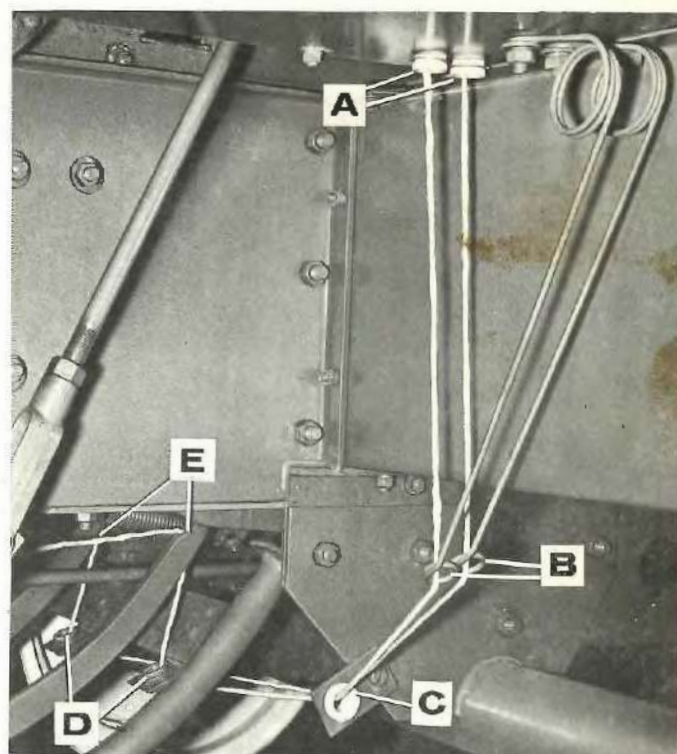
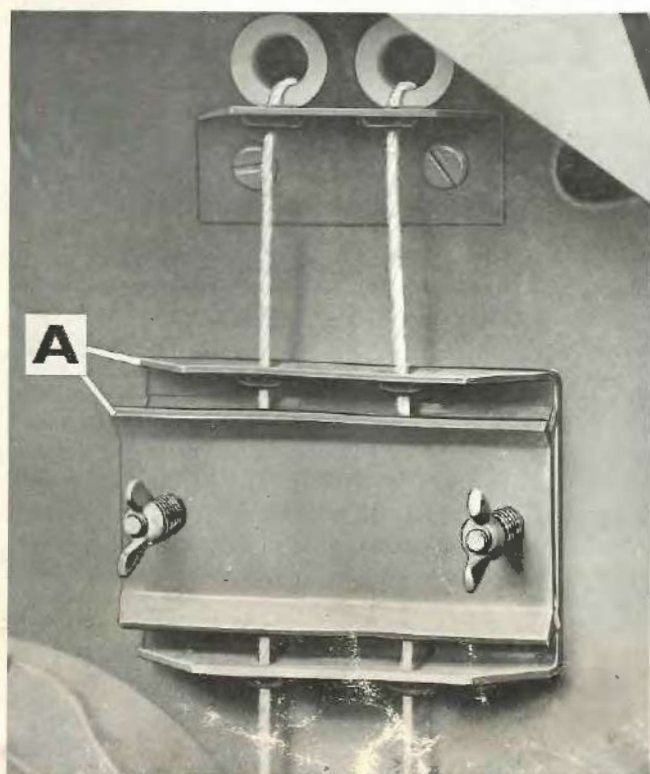

FIG.16
FIG.15
La ficelle est alors passée à travers les plateaux tendeurs (A, Fig. 15), les deux guides inférieurs (A, Fig. 16), les boucles des ressorts de tension (B, Fig. 16) les passe-fils (C & D, Fig. 16), puis à travers le chas des aiguilles (E, Fig. 16) comme montré.
8. Régler les plateaux tendeurs (A, Fig. 15) de telle manière que la ficelle soit tendue par les plateaux et les ressorts sous 2,5 kg quand on emploie du sisal. Quand on utilise du fil en polypropylène ou en plastique, il peut être nécessaire de réduire la pression sur les tendeurs.
1. Tension de ficelle trop faible ou trop forte au niveau des plateaux tendeurs (A, Fig. 15).